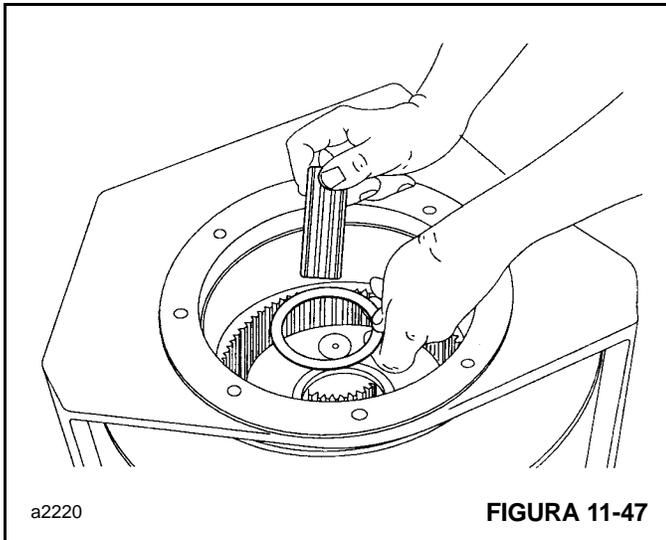

FIGURA 11-47
13. Remova a engrenagem solar de saída e a arruela de encosto (Figura 11-47) do transportador planetário de saída.